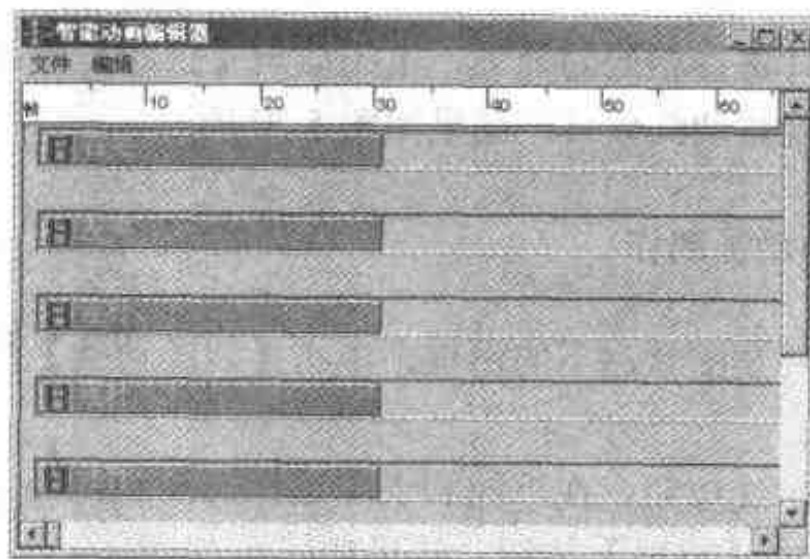

图 5.74 当前的智能动画编辑器
- (1) 选择【显示】|【智能动画编辑器】命令，打开智能动画编辑器，结果如图 5.74 所示。